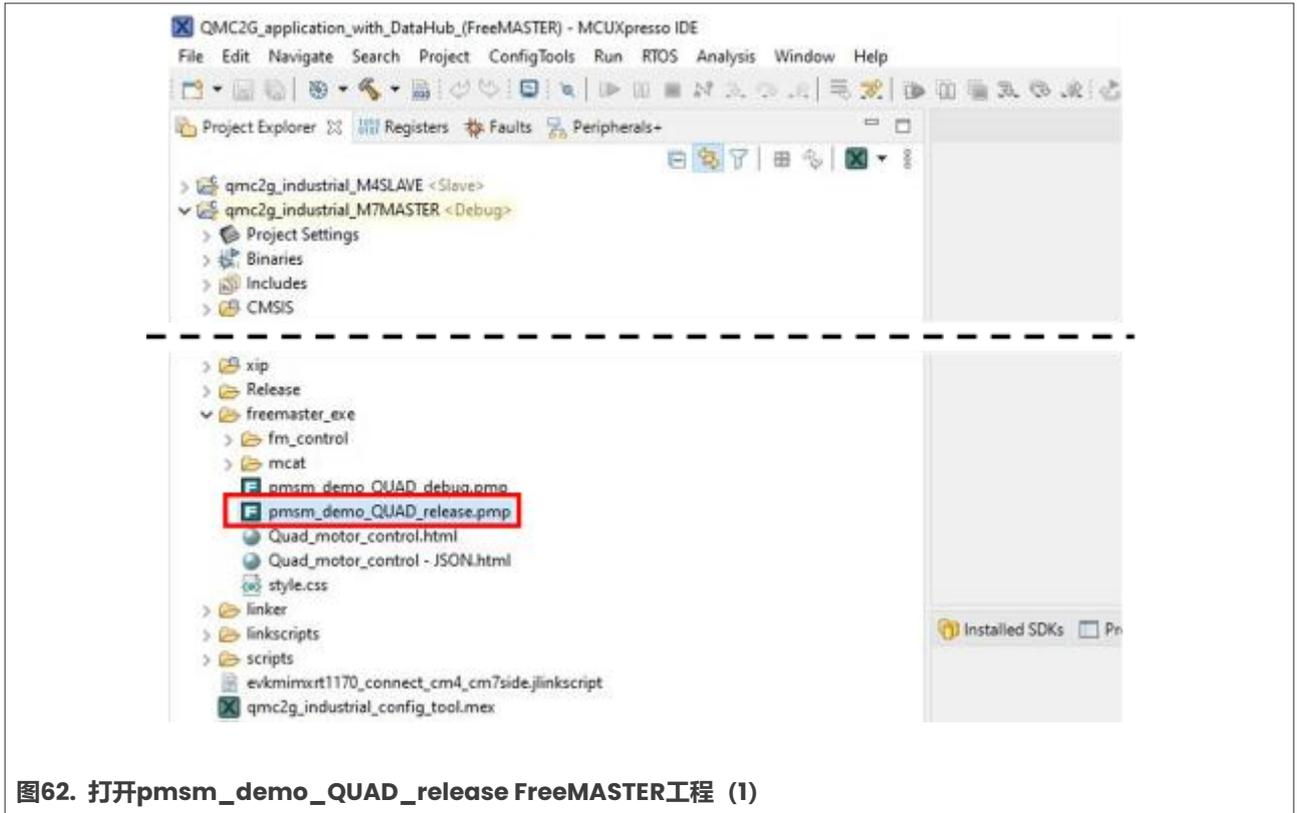
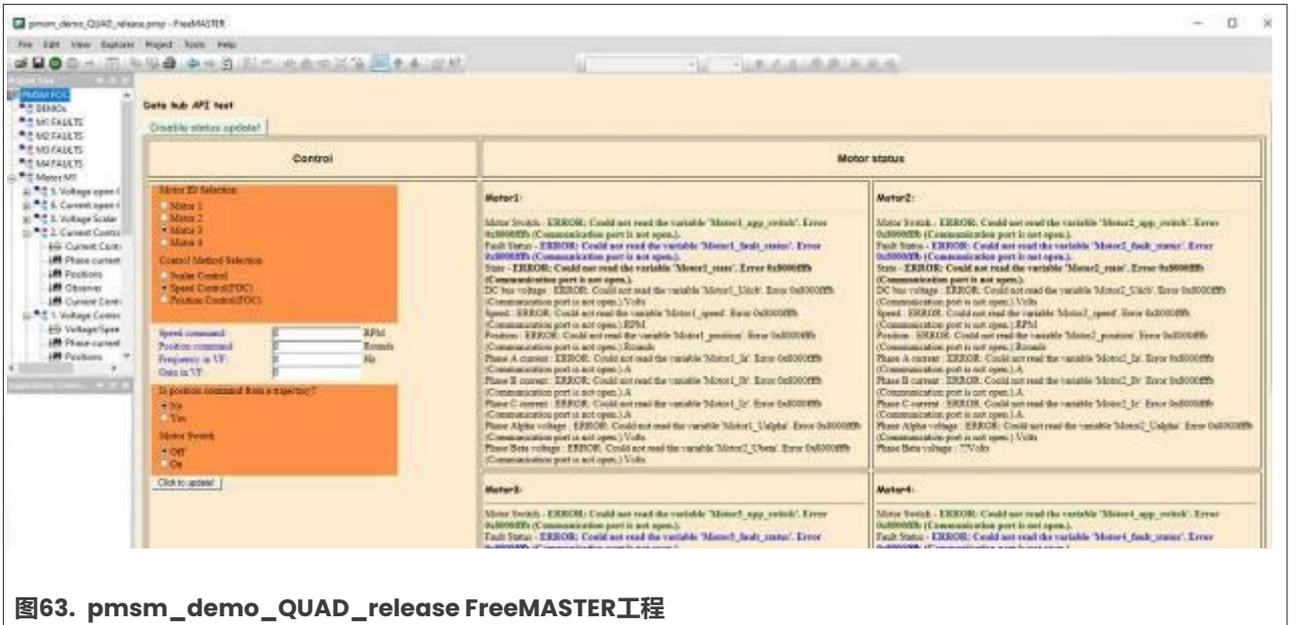

图62. 打开pmsm\_demo\_QUAD\_release FreeMASTER工程 (I)
图63. pmsm\_demo\_QUAD\_release FreeMASTER工程
1. 在MCUXpresso中，双击位于`isi_qmc_dgc_industrial_app_master_cm7`工程的`freemaster_exe`文件夹中的`pmsm_demo_QUAD_release.pmp`文件，如图62所示。FreeMASTER应该打开并显示如图63所示的界面。